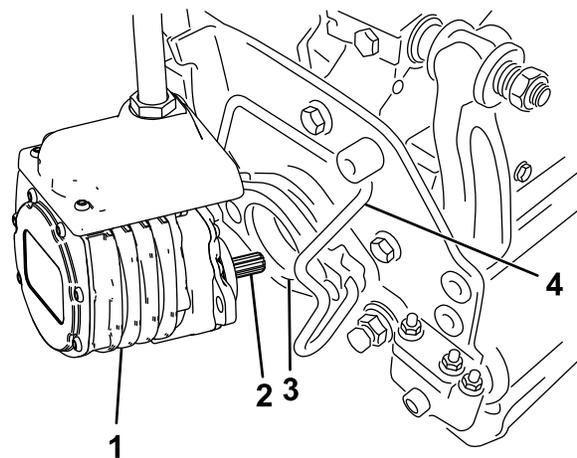

Рисунок 51
6. Нанесите на шлицевой вал электродвигателя режущего блока чистую консистентную смазку (Рисунок 51).
7. Вставьте электродвигатель в левую сторону режущего блока (если смотреть со стороны оператора) и тяните фиксатор электродвигателя на режущем блоке в сторону электродвигателя до тех пор, пока не услышите щелчок с обеих сторон электродвигателя (Рисунок 51).